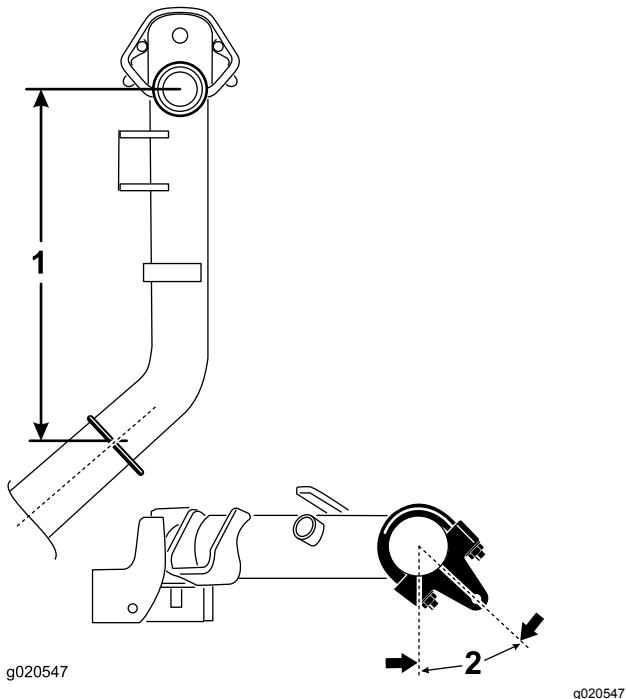

Figura 6
4. Nos braços de elevação número 2 e 3, posicione os suportes e as cavilhas em U 38,1 cm atrás do centro da articulação (Figura 6).